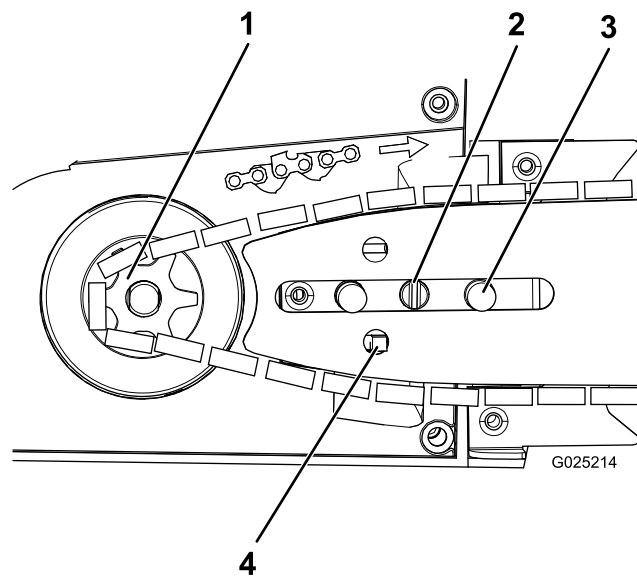

Figura 2
3. Gire el perno tensor de la cadena hacia la izquierda para acercar la placa de montaje al piñón (Figura 2).
5. Coloque la cadena alrededor del piñón de arrastre, con los dientes de la cadena mirando en dirección contraria al piñón (Figura 2).
9. Apriete la cadena girando el perno tensor hacia la derecha (Figura 2) hasta que la cadena toque la parte inferior de la espada.